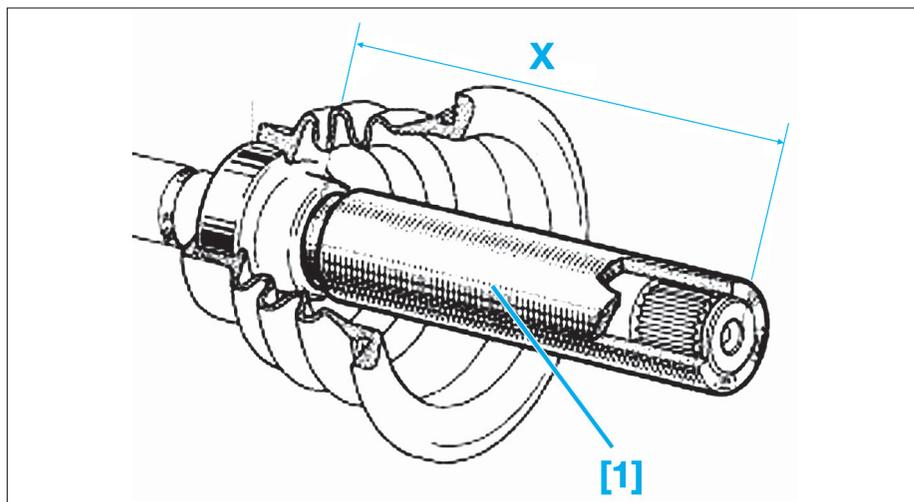

Fig. 14
- Reposer l'ensemble roulement et soufflet à la presse à l'aide de l'outil [1] (Fig.14) :